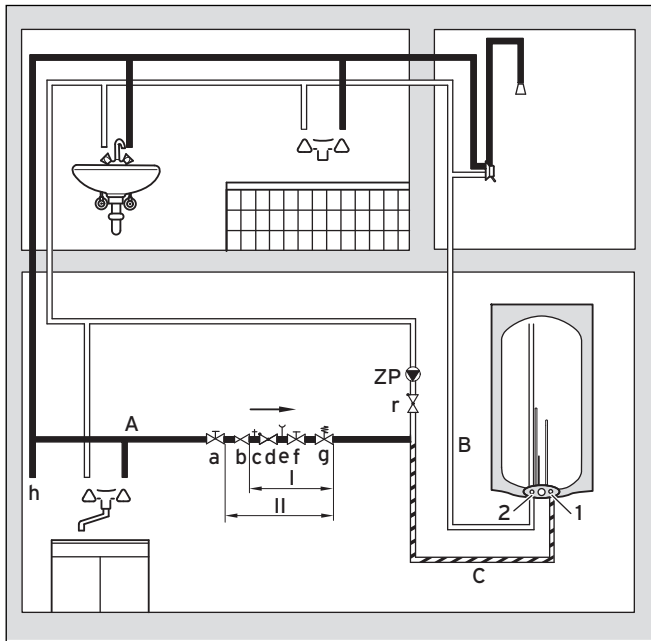

Abb. 4.5 Installationsbeispiel mit Warmwasser-Zirkulationsleitung
Wie in Abbildung 4.5 gezeigt, werden vom Warmwasseranschluss (2) die Zapfstellen mit einem isolierten Kupferrohr ringförmig so verbunden, dass die letzte Zapfstelle wieder in der Nähe des Elektro-Warmwasserspeichers liegt. Hinter dieser Zapfstelle ist eine Zirkulationspumpe (ZP) anzuschließen. Diese wird über einen Rückflussverhinderer (r) mit einem T-Stück zum Kaltwasseranschluss (1) verbunden.